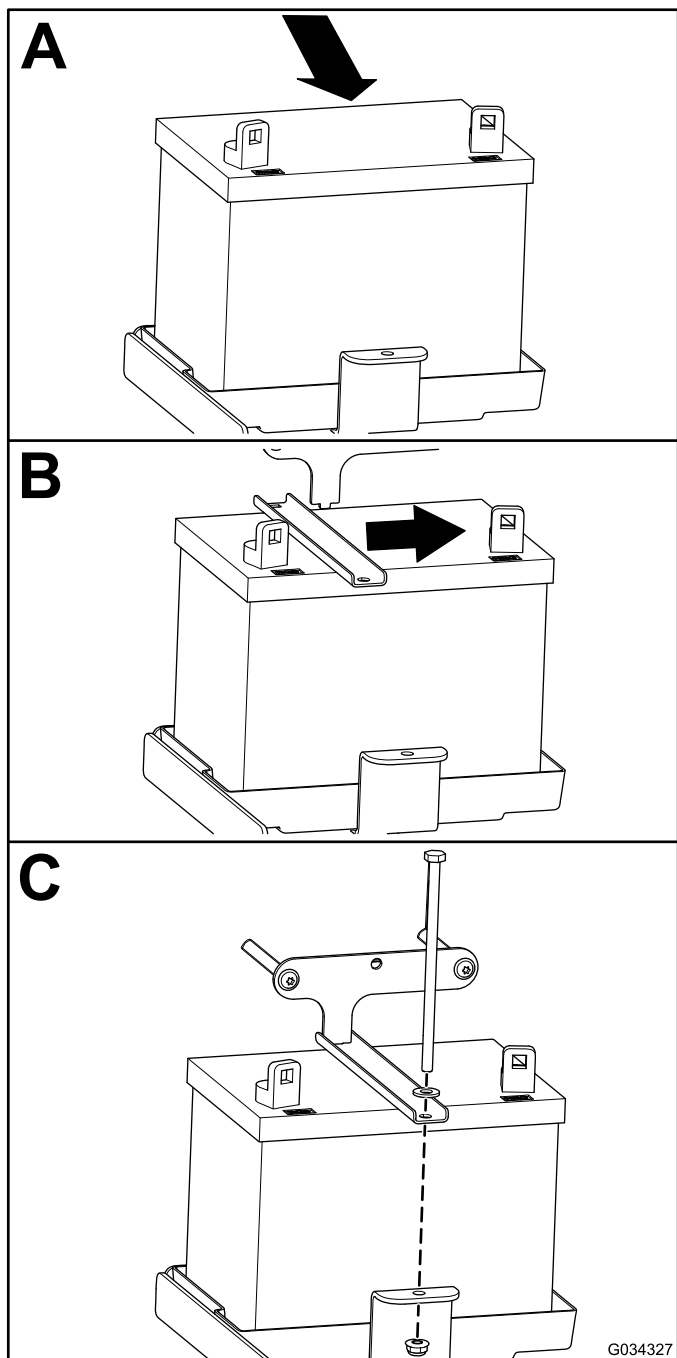

Figure 49
1. Reposez la batterie comme montré à la Figure 49.